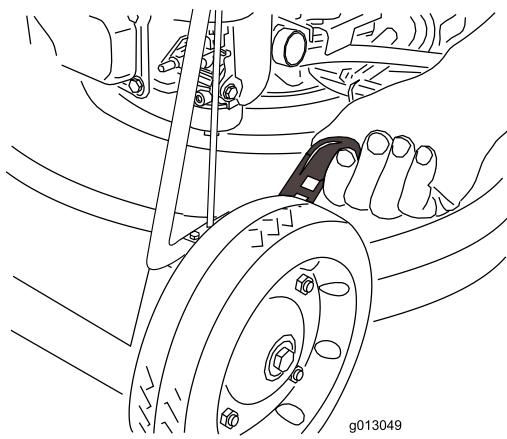

Figura 16
1. Tirate la leva di regolazione dell'altezza della ruota verso la ruota (Figura 16), e spostatela nella posizione opportuna.